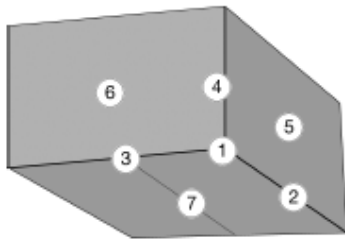

Abbildung 43: Reihenfolge der Aufprallpunkte
- Die Reihenfolge der Aufprallpunkte ist in Abbildung 43 und die verwendeten Fallhöhen sind in Abbildung 44 dargestellt.